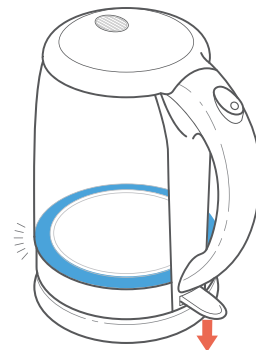

Figure 2.3
4. Appuyez sur l'**interrupteur Marche/Arrêt**. Le témoin lumineux bleu s'allumera. [Figure 2.3]